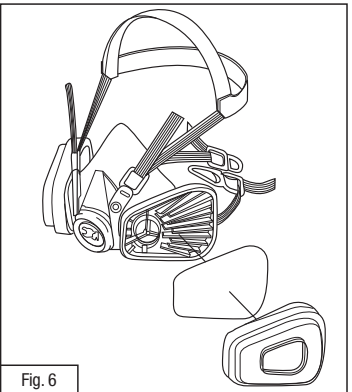

Fig. 6
- Placer le filtre dans le dispositif de retenue 501, en plaçant le texte imprimé sur le filtre face à l'adaptateur 603. Enclencher ensemble et s'assurer que le joint d'étanchéité du filtre est exempt de plis ou de jours (Fig. 6).
- Coloque el filtro en el soporte 501 con la impresión del filtro mirando hacia el adaptador 603. Abróchelos y asegúrese que el sello del filtro no esté arrugado o tenga espacios (Fig. 6).